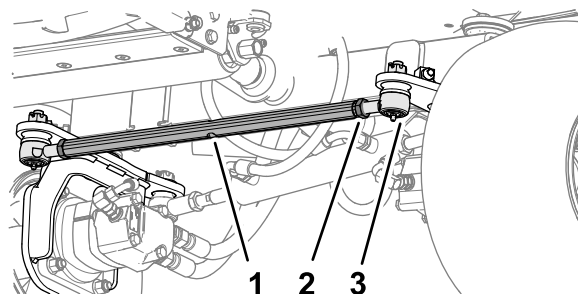

Figura 62
1. Nella parte anteriore della ruota posteriore, allentate i 2 controdadi che fissano il gruppo asta di accoppiamento alle estremità dell'asta (Figura 62).
2. Allineate le ruote ruotando l'asta di accoppiamento (Figura 62).
5. Serrate i 2 controdadi per fissare il gruppo asta di accoppiamento e le estremità dell'asta (Figura 62).